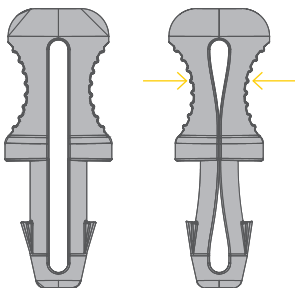

Fig. 1
- Si el portadocumentos se rellena de agua en posición vertical, vaciarlo quitando los dos tapones (2) que se encuentran por debajo.
- El pasador de seguridad (4) tiene que estar en su posición de reposo al lado del portadocumentos.
- Para quitar el pasador de seguridad (4) hacer presión sobre los bordes (Fig. 1) y extraerlo.